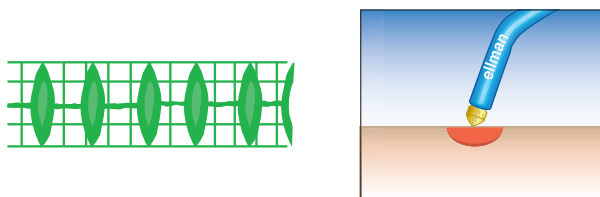

Рис. 13. Режим. «СОAG» (КОАГУЛЯЦИЯ) Частично выпрямленная форма радиоволны (слева).
3) «СОAG» (КОАГУЛЯЦИЯ)** (4,0 МГц). **Частично выпрямленная форма волны** (Рис. 13) представляет собой пульсирующий поток высокочастотных колебаний. 90% радиоволновой энергии расходуется на коагуляцию и 10% на разрез. Радиоволновая коагуляция отличается от электрокоагуляции отсутствием обугливания тканей и не образует ожоговый струп. Во время радиоволновой коагуляции образуется фибриновая пленка белесого цвета, которая запаивает ткани, препятствует кровотечению, защищает их от вторичной инфекции и снижает болезненность в послеоперационном периоде.